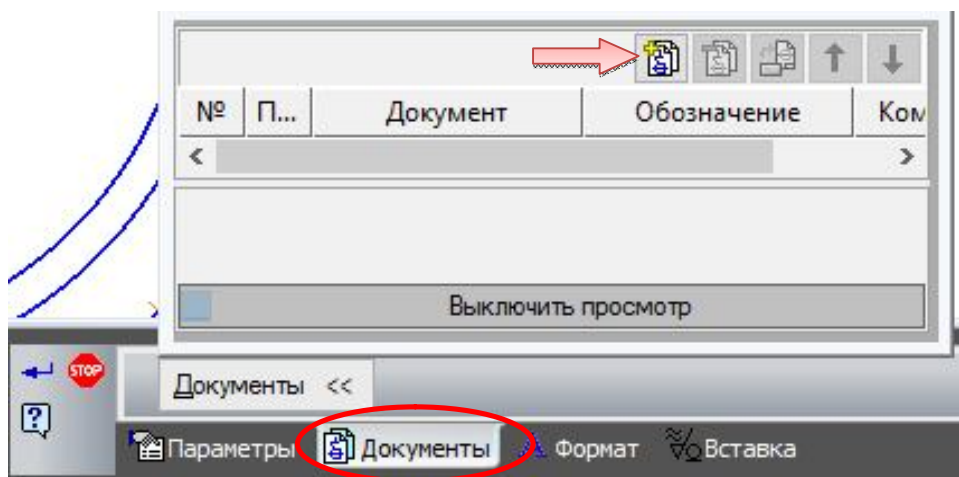

Рис. 4.77. Добавление документа
- Откройте вкладку «Документы» на панели свойств и нажмите кнопку «Добавить документ» (рис. 4.77).